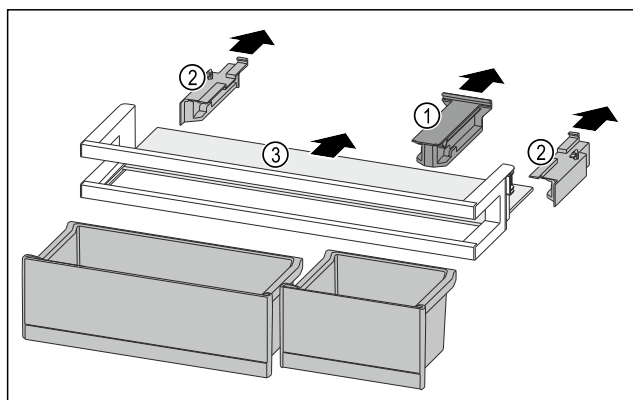

Fig. 212
- Снимите крепление Fig. 212 (1).
- Снимите боковые части Fig. 212 (2).
- Извлеките съемную полку Fig. 212 (3).